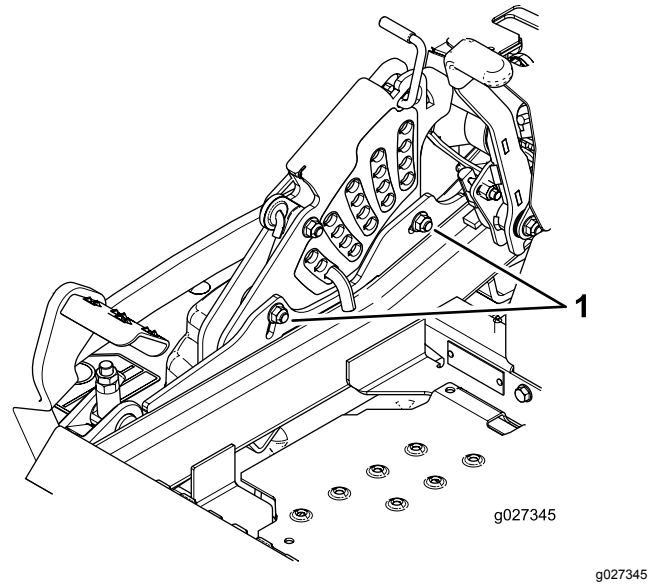

Figura 96
borde inferior de la pletina de altura de corte (Figura 96).
- Apriete los 2 pernos en el borde inferior de la pletina de altura de corte (Figura 96).